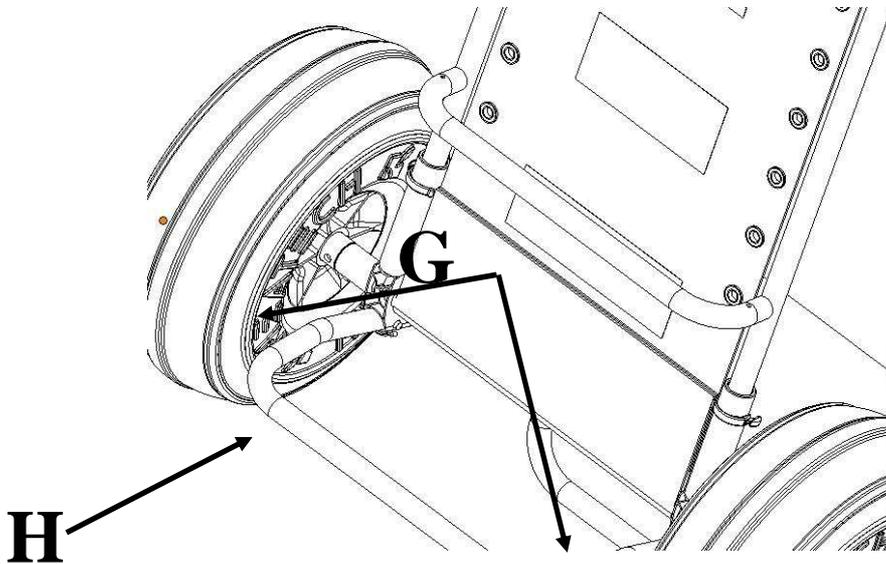

Fig.5
S'assurer que les clips (G) sont correctement verrouillés (Fig.5).
Fixer la bande velcro (H) située au bas du dossier en passant autour de l'axe des roués, comme indiqué figure 5.